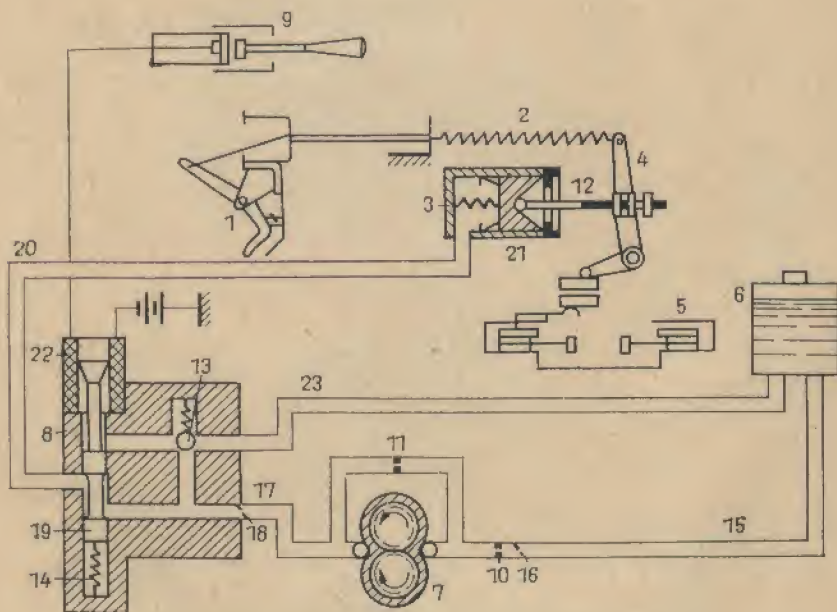

Abb. 92 Hycomat beim Einkuppeln
Wird mehr Gas gegeben (Abb. 92) und damit auch die Drehzahl der Ölpumpe gesteigert, so kann das von der Pumpe geförderte Öl nicht mehr schnell genug durch die Druckdrosseldüse (11) abfließen. Es fließt durch die Druckleitung (17), den Siebfilter (18) in das Steuerventil (8) und von dort durch die Druckleitung (20) zum Kupplungszyylinder (3). Der Arbeitskolben (21) weicht dem steigenden Öldruck aus, bewegt über die Kolbenstange (12) den Kupplungshebel (4) nach rechts und drückt dadurch die Kupplung (5) ein. Da der Öldruck beim Einkuppeln auch die Kraft der Rückzugsfeder überwinden muß, arbeitet die Kupplung genügend weich, um ruckfrei anfahren zu können. Wird jedoch beim Anfahren plötzlich viel Gas gegeben, so steigt der Öldruck stark an, die Kupplung greift dann auch nicht mehr weich und allmählich, sondern hart und ruckartig, und der Wagen macht einen Satz. Unter Umständen drehen dabei auch die Räder durch. Steigt der Öldruck in der hydraulischen Anlage bei weiterer Drehzahlsteigerung auf 17 at Überdruck an, so öffnet sich das auf diesen Maximaldruck eingestellte Überdruckventil (13), und das von der Pumpe (7) zuviel geförderte Öl kann durch die Rücklaufleitung (23) in den Ölbehälter (6) abfließen.